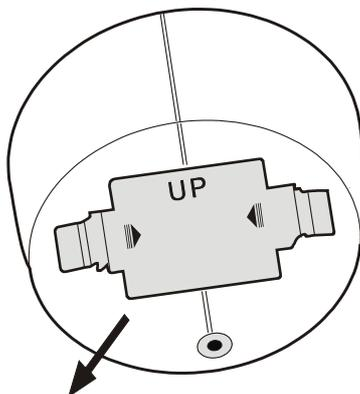

Figura.5
1. Premere il "tasto" sul vano batterie nella direzione della freccia ed estrarre il coperchio del vano batterie (Figura.5). Nota: la parola UP è incisa sul vano batterie, fare attenzione a non sbagliare direzione.